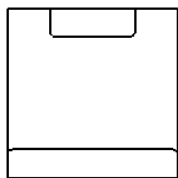

图 4.7.12 放置视图
Step3. 放置视图。在“模型视图”对话框(二)的  区域中单击“左视”按钮 , 选中  复选框, 在  区域中取消选中  复选框; 在图形区合适的位置单击放置图 4.7.12 所示的视图。